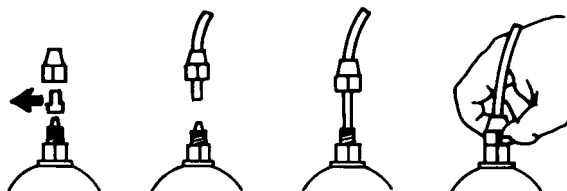

Fig. 7
- e. - Retirer les deux capsules rouges de protection des raccords, fixer à fond les tubes sur les embouts coniques et les bloquer avec les écrous de fixation (fig. 7).